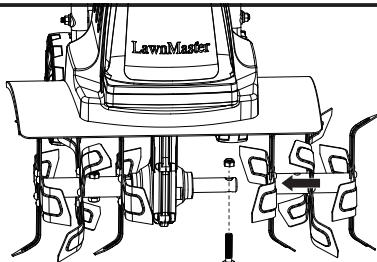

Fig. 11
- La vis M8 est ensuite introduite et bloquée par l'écrou de blocage M8 (Figure 11).